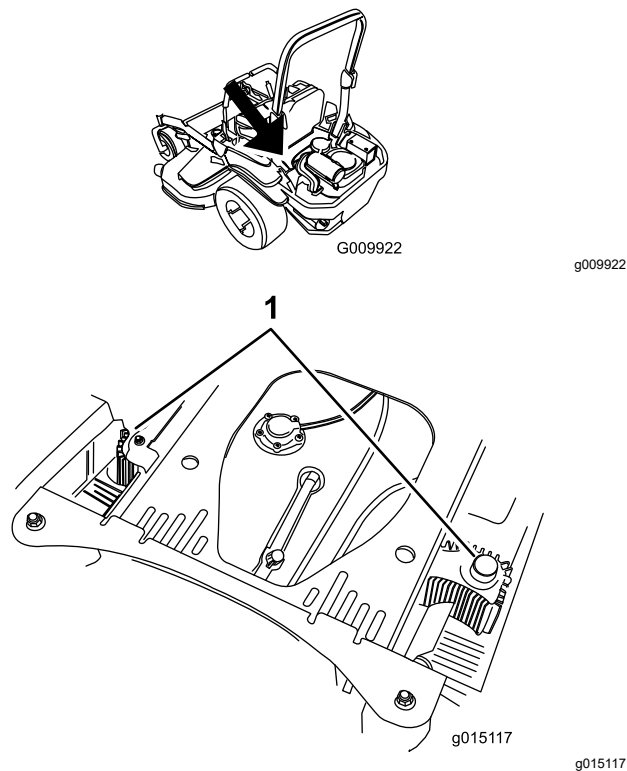

Figure 71
4. Débarrassez les protections de l'unité hydraulique de l'herbe et des débris accumulés (Figure 71).